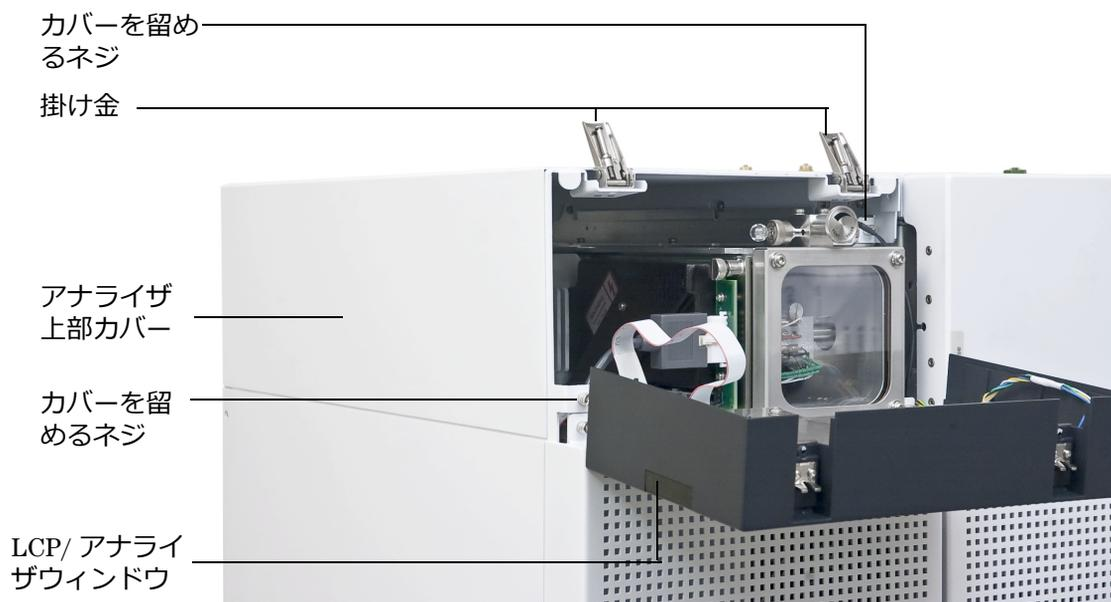

図 24 アナライザ上部カバーの取り外し
- 1 LCP/ アナライザウィンドウを開きます。図 24 を参照してください。